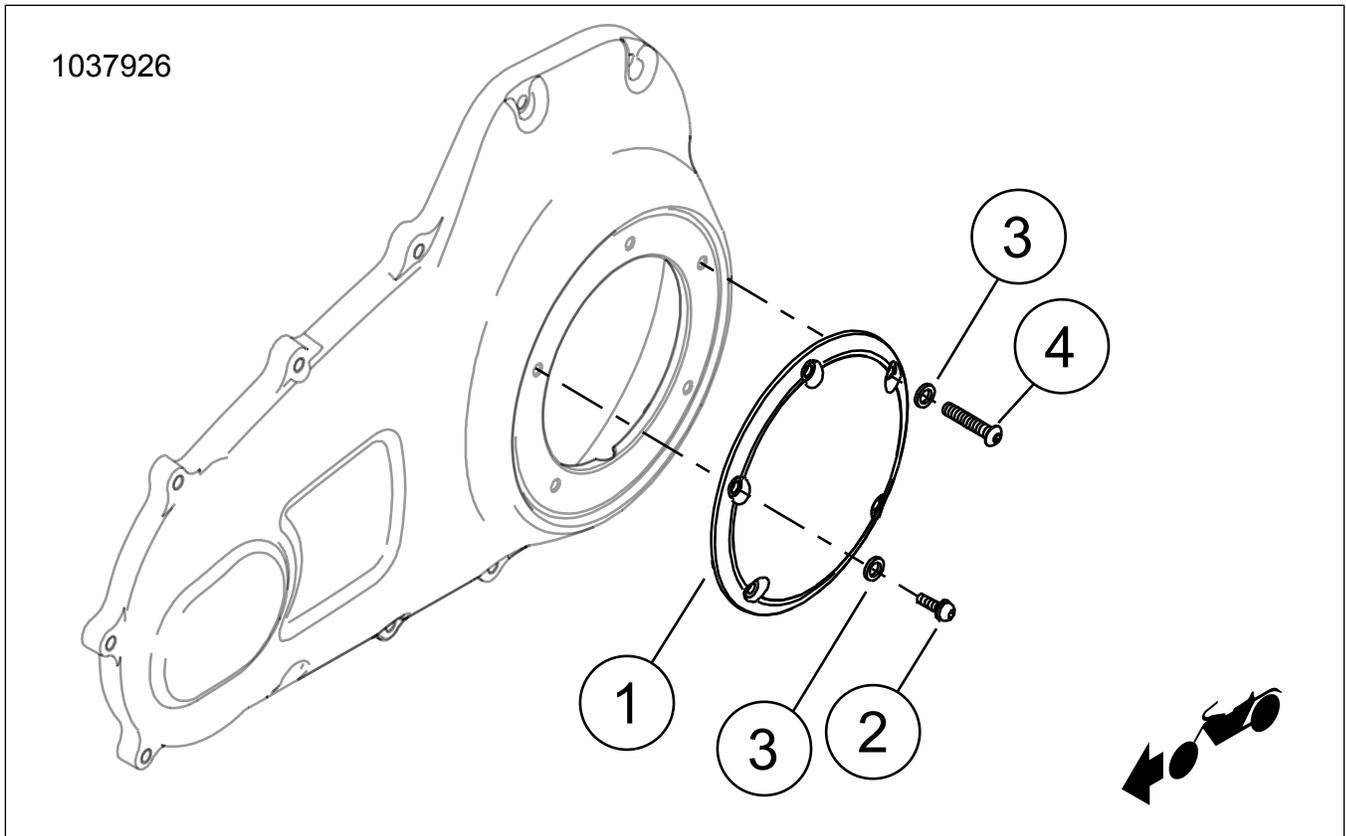

Figura 1. Contenido del kit: Componentes de la tapa derby
1. **Kits: 25338-99B, 25700435, 25700436, 25700446, 25700469, 25700471, 25700472, 25700473, 25700474, 25700476, 25700505, 25700740, 25700843, 25700844, 25700887, 25700888, 25700987, 25700988, 25701020, 25701022, 25701057, 25701059, 25701086, 25701169, 25701171, 25701403, 25701404, 25701519, 25701536:** Coloque una tapa derby **nueva** (1), el o-ring y los tornillos (2) y las arandelas (3) **nuevos**.
2. **Kits: 25700434, 25700437, 25700477, 25562-09, 25701173, 25701454, 25701480, 25701517, 25701518, 25701520, 25701537, 25701551, 25701573, 25701574:** Coloque la tapa derby **nueva** (1), el o-ring y los tornillos OE (2) con las arandelas prisioneras.
3. **Kits: 25700571, 25700572, 25700573, 25700703, 25700704, 25700705:** Instale una **nueva** cubierta de inspección del embrague (1), junta tórica y tornillos (2) y arandelas **nuevos** (3). Observe que un tornillo (4) es más largo y debe ubicarse en la posición de las 2 en punto en la cubierta de inspección del embrague, como se muestra en Figura 1 .
4. **Kits: 25700515, 25700768, 25700822, 25700825, 25700826:** Instale una **nueva** cubierta de inspección del embrague (1) y tornillos **nuevos** (2) como se muestra en Figura 1 . No se utilizan arandelas con este kit.